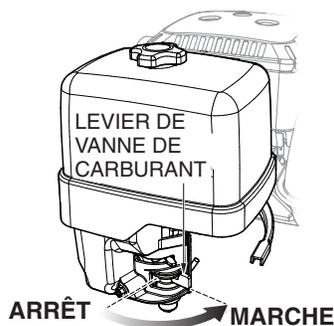

Figure 12. Levier de la soupape de carburant du moteur (Position de marche)
1. Déplacer le levier de la soupape de carburant du moteur (Figure 12) à la position de marche **ON**.